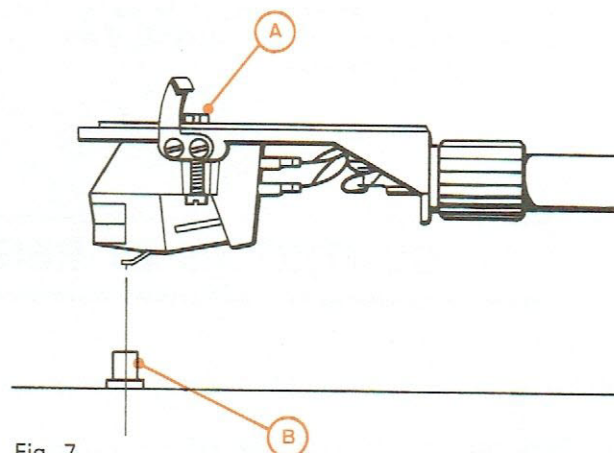

Fig. 7
A. POSITIONNEMENT DE LA CELLULE (Fig. 7)
- 1° - Placer la cellule dans le porte cellule et serrer modérément les vis de fixation (A)
- 2° - Placer le levier lève-bras sur la position basse et déplacer le bras de lecture de façon à amener la pointe de lecture au-dessus de l'axe du gabarit (B).
- 3° - Régler la position de la cellule en la déplaçant longitudinalement dans le porte cellule de sorte que l'axe de la pointe coïncide avec l'axe du gabarit (B).
- 5° - Serrer les vis de fixation (A) de la cellule.